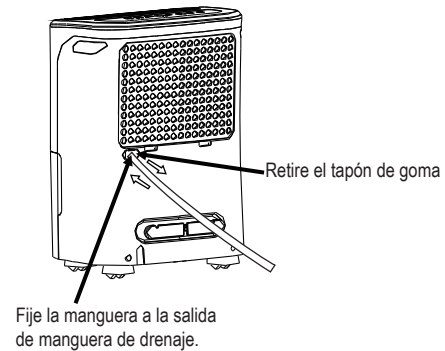

Imagen 7
- Retire el tapón de goma de la salida de la manguera de drenaje trasera. Fije una manguera de drenaje (ID=13,5 mm) y al desagüe del suelo a una instalación de drenaje adecuada (ver Imagen 7).